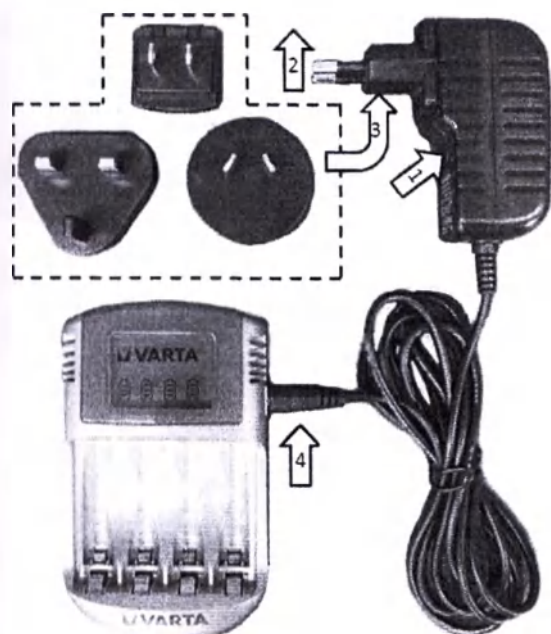

Рис. 3-2 Замена вилки адаптера, подключение зарядного устройства
- нажмите и удерживайте кнопку, расположенную ниже вилки (1, Рис. 3-2)